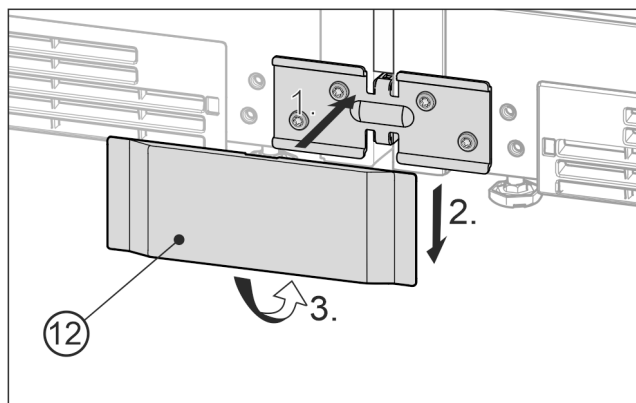

Fig. 25 Zobrazení příkladu
- ▶ Dolní kryt Fig. 25 (12) nasadíte zředu na úhelník Fig. 25 (1), zasuněte dolů Fig. 25 (2) a dole zatlačte do západek Fig. 25 (3).